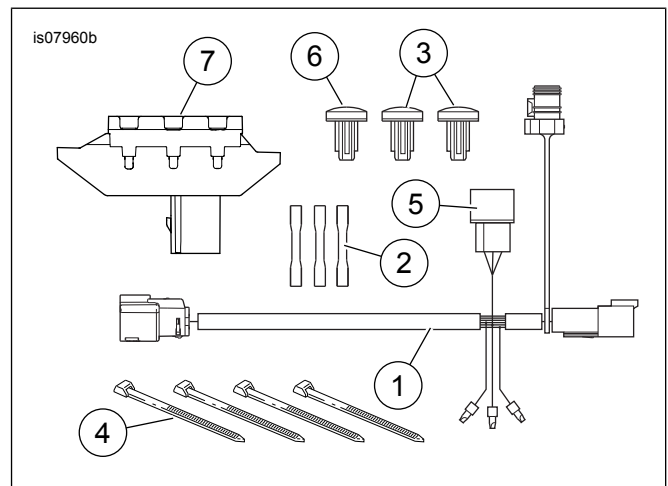

Figura 3. Piezas de servicio, Arnés de conexión eléctrica
Vea Figura 3 y Tabla 3.
- Quite el tablero de bloqueo. Vea el Manual de servicio. Vea Figura 3. Instale el tablero de interruptores (7) y los interruptores (3) y (6) con los interruptores de accesorios (ACC) en la posición del centro y de la derecha.
Vea Figura 3. Es necesario colocar el relé (5) con los terminales orientados hacia abajo.